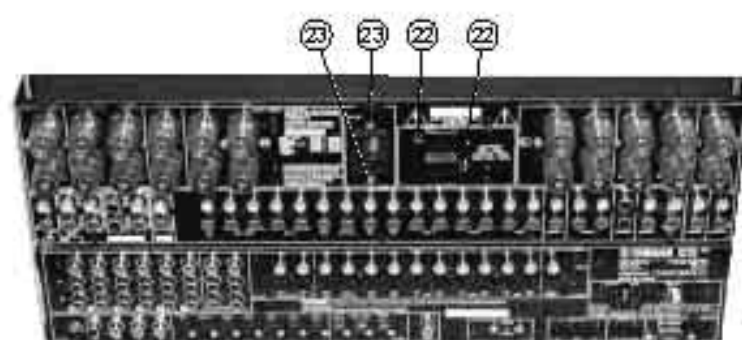
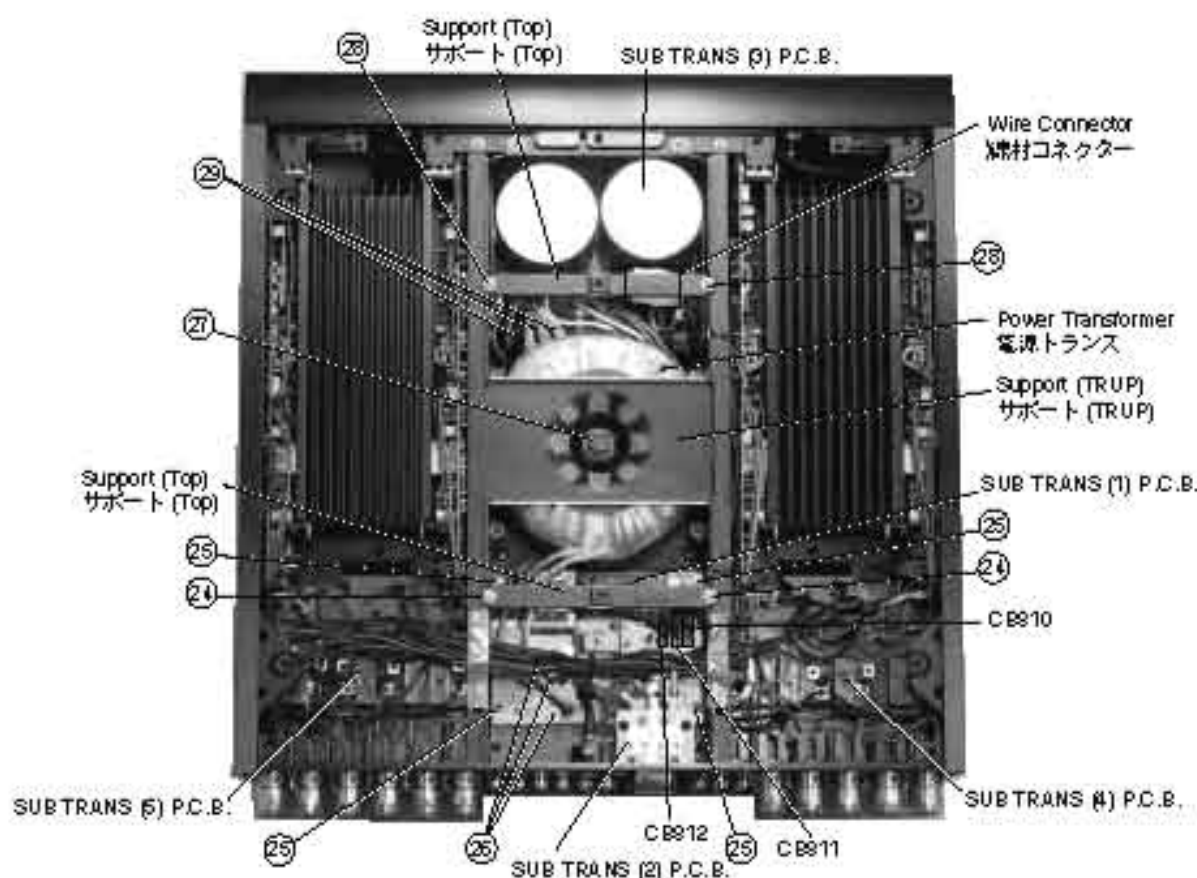
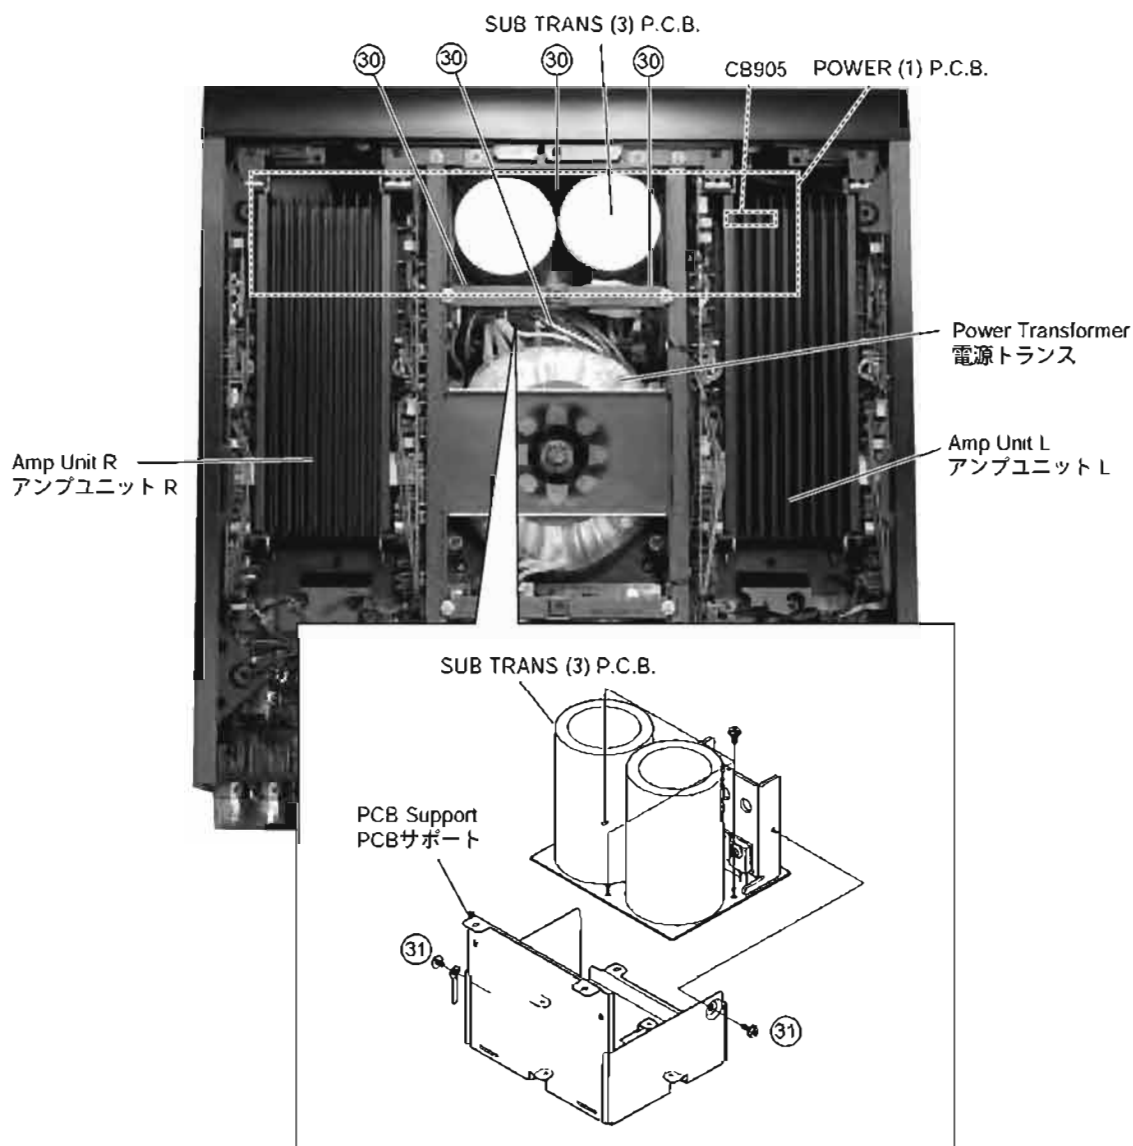

Fig. 11
Fig. 12
Fig. 13
8. Removal of SUBTRANS (1) P.C.B. & SUBTRANS (2) P.C.B.
- a. Remove 2 screws (22) and then remove the AC OUTLET. (Fig. 11)
- b. Remove 2 screws (22) and then remove the AC INLET. (Fig. 11)
- c. Remove 2 screws (24) and then remove the Support (Top). (Fig. 12)
- d. Remove 4 screws (25) and 3 screws (29). (Fig. 12)
- e. Remove connectors CB810 (13P), CB811 (9P) and CB812 (4P). (Fig. 12)
- f. Remove the SUBTRANS (1) P.C.B. and the SUBTRANS (2) P.C.B. (Fig. 12)
8. SUBTRANS (1) & SUBTRANS (2) P.C.B.の外し方
- a. 22のネジ2本を外し、AC OUTLETを外します。(Fig. 11)
- b. 22のネジ2本を外し、AC INLETを外します。(Fig. 11)
- c. 24のネジ2本を外し、サポート(TOP)を取り外します。(Fig. 12)
- d. 25のネジ4本と29のネジ3本を外します。(Fig. 12)
- e. コネクターCB810 (13P)、CB811 (9P)、CB812 (4P)を外します。(Fig. 12)
- f. SUBTRANS (1) & SUBTRANS (2) P.C.B.を取り外します。(Fig. 12)
- Remove 1 bolt (27) and then remove the Support (TRUP). (Fig. 12)
- Remove 2 screws (28) and then remove the Support (Top). (Fig. 12)
- Remove 3 screws (26) and 3 screws (29). (Fig. 12)
- Remove the wire connector. (Fig. 12)
- Remove the Power Transformer. (Fig. 12)
- 27のボルトを外し、サポート (TRUP) を取り外します。(Fig. 12)
- 28のネジ2本を外し、サポート (TOP) を取り外します。(Fig. 12)
- 26のネジ3本と29のネジ3本を外します。(Fig. 12)
- 線材コネクタを外します。(Fig. 12)
- 電源トランスを取り外します。(Fig. 12)
10. Removal of SUB TRANS (3) P.C.B.
- Remove 4 screws (30). (Fig. 13)
- Remove 2 screws (31). (Fig. 13)
- Remove connector CB905 (7P). (Fig. 13)
- Remove the SUB TRANS (3) P.C.B. (Fig. 13)
10. SUB TRANS (3) P.C.B.の外し方